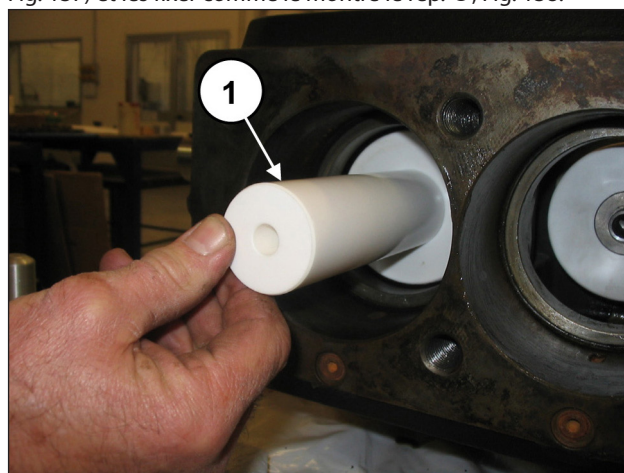
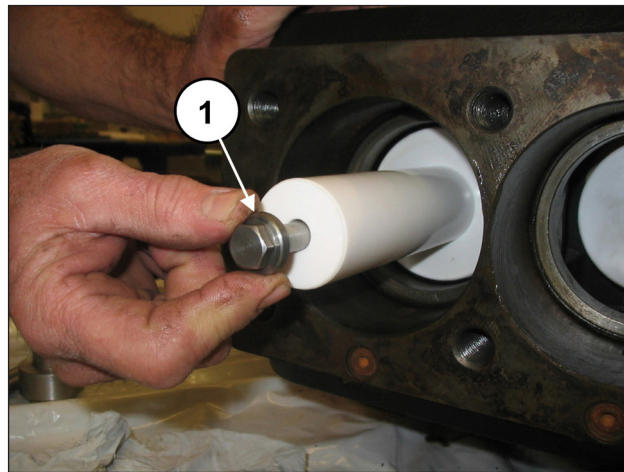

Fig. 137
Fig. 138
Monter les pistons sur les guides correspondants (rep. ①, Fig. 137) et les fixer comme le montre le rep. ①, Fig. 138.